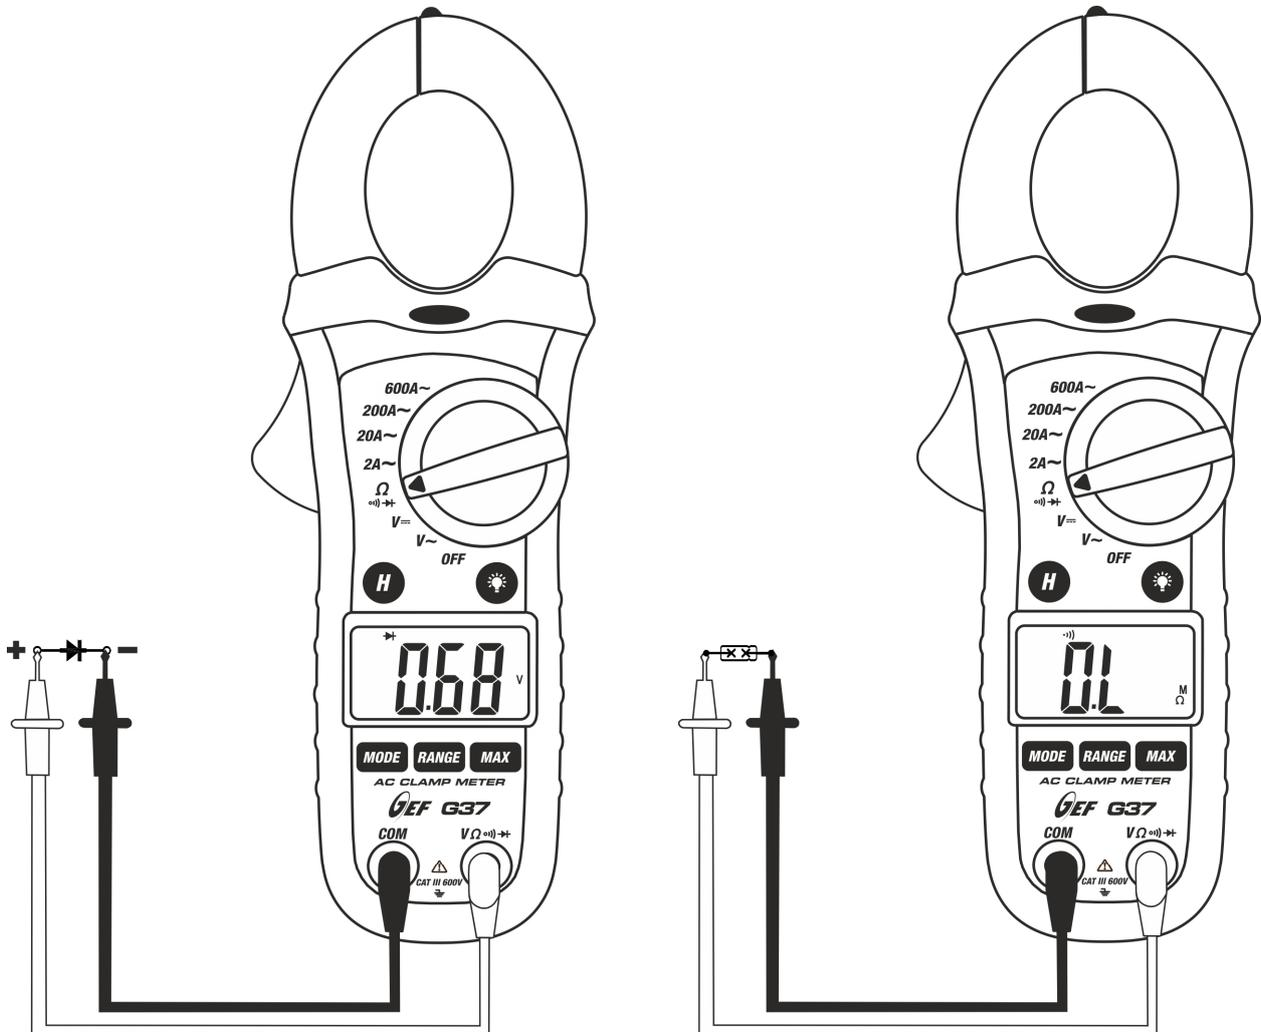

Fig. 6: Uso del instrumento en la Prueba de Continuidad y Prueba de Diodos
3. Conecte las dos puntas de prueba en los terminales de la pinza, la roja en el terminal **V $\Omega \rightarrow \text{diode symbol}$**  y la negra en el terminal **COM** y efectuar el test de continuidad an el objeto en prueba (ver Fig. 6 - parte izquierda). El zumbador emite un señal acústica cuando el valor de la resistencia medida es  $<150\Omega$
5. Conecte la punta roja al ánodo del diodo y la punta negra al cátodo (ver Fig. 6 – parte derecha)